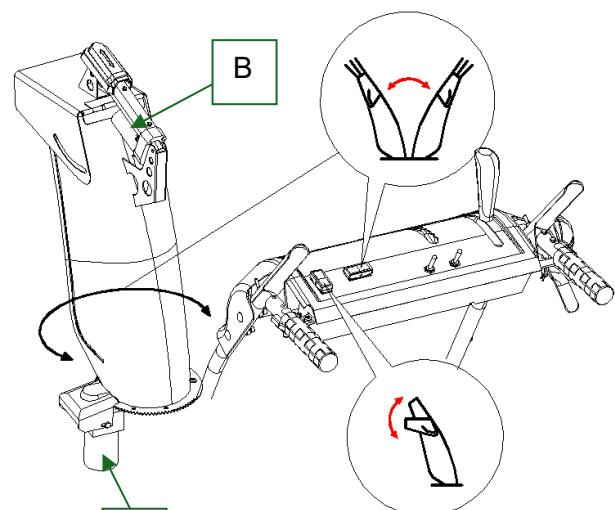

Abbildung 9
1. Drücken Sie den Drehschalter für den Auswurfkanal in die Position UP und halten Sie ihn gedrückt, um den Auswurfkanal nach links zu drehen (siehe A, Abbildung 9).
1. Drücken Sie den Schalter für das Ablenklech in die Position UP und halten Sie ihn gedrückt, um einen höheren Strahl und eine größere Entfernung zu erzielen (siehe B, Abbildung 9).